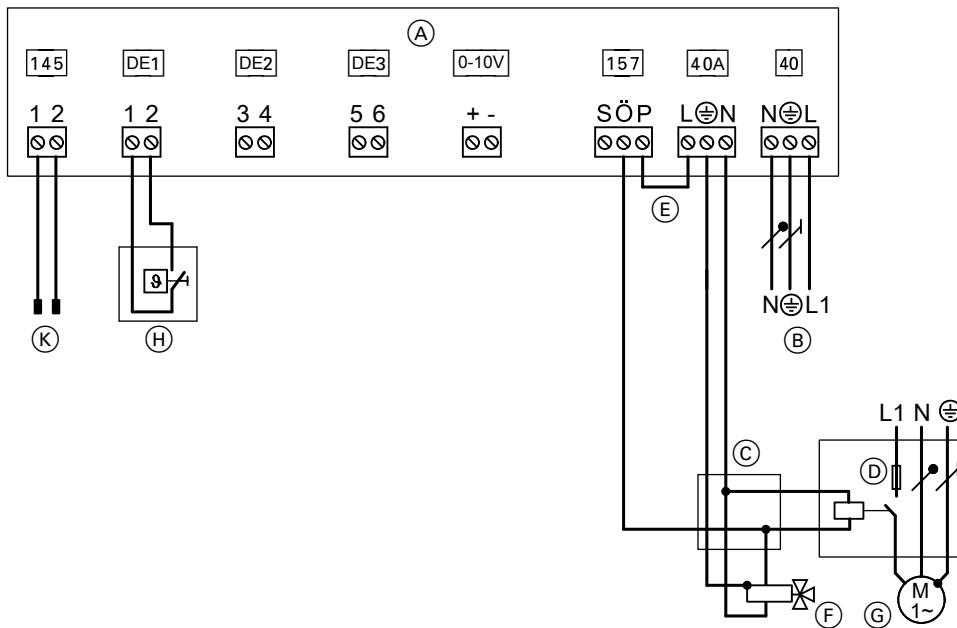

Abb. 30
- Anschlüsse an Erweiterung EA1 **nur** gemäß Abb. 30 ausführen.